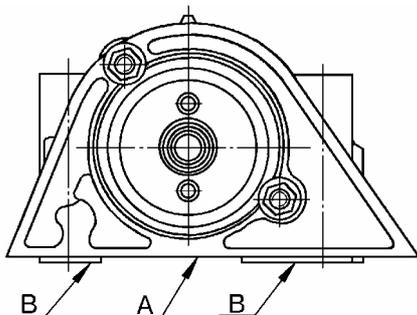

Рис.63.
- установить собранный узел на поверочную плиту и проверить параллельность опорных плоскостей А, рис.63, и В. Допуск параллельности должен быть не более 0,15 мм (плита поверочная, набор щупов);